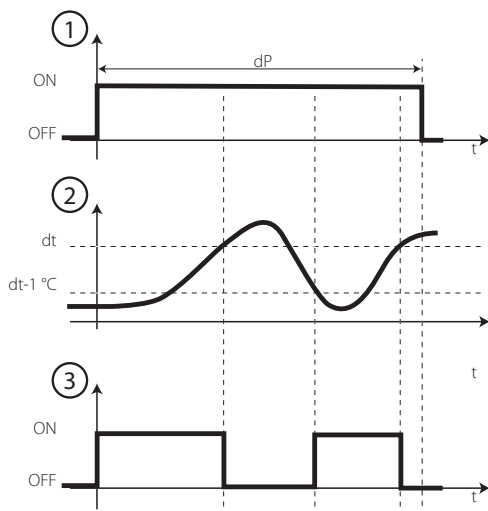

Fig. 4.g
- Zeitabhängig bei elektrischer, temperaturgeregelter Abtauerung; für eine programmierbare Zeit: der Abtauausgang wird nur aktiviert, wenn die Temperatur unter der Schwelle für Abtauen liegt, was Energieeinsparung und eine Abtauerung des Verdampfers auch unter extremen Bedingungen garantiert (siehe Fig. 4.g).